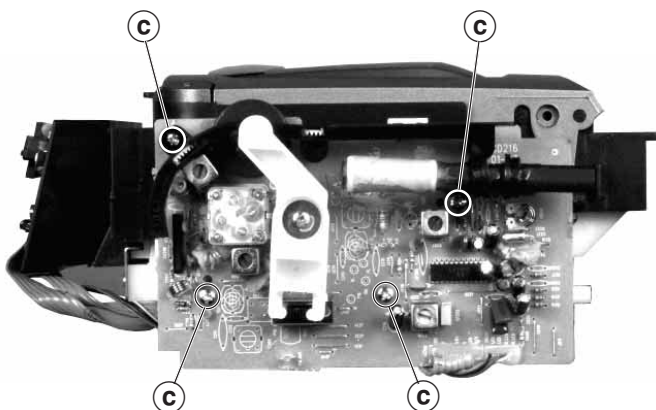

Fig. 9
- 4 Schrauben **c** herausdrehen (Fig. 9) und Tunerplatte abnehmen.
- Undo 4 screws **c** (Fig. 9) and remove the tuner PCB.